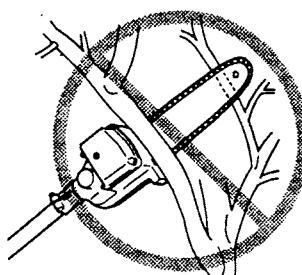

Fig. 3-2
- Look out for branch immediately behind the branch being cut. If blade hits rear branch damage to blade may occur. (Fig. 3-2)
- Faites attention à la branche directement derrière de la branche qui est en train d'être coupée. Si la lame frappe la branche de derrière, il se peut que la lame devienne avariée. (Fig. 3-2)